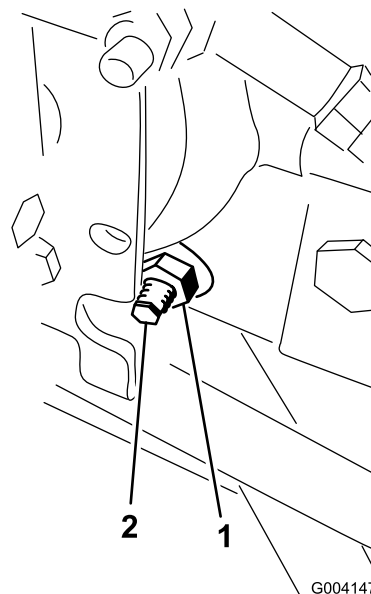

図 47
3. ハイドロスタットの右側にあるトラクション調整カムロックナットをゆるめる 図 47。